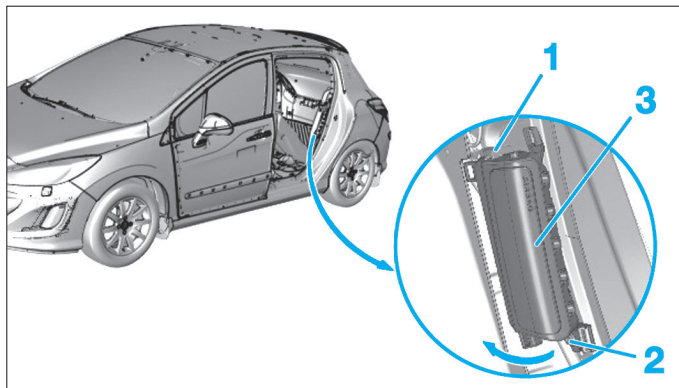

Fig. 9
- Débrancher le connecteur (1) (Fig.9).
- Déposer la vis (2).
- Dégager le module d'airbag (3) suivant la flèche.